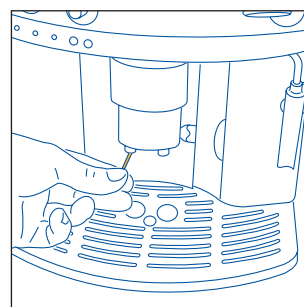

Fig.28
- Sjekk med jevne mellomrom at hullene der kaffen kommer ut ikke er tilstoppet. For å åpne dem, bruk en nål for å pirke ut restene av kaffe som har samlet seg opp (fig. 28).